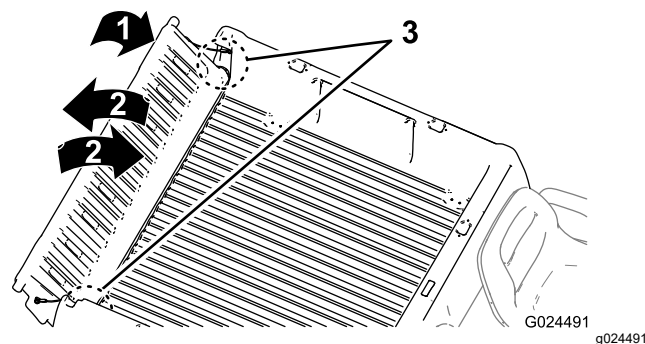

Figure 21
2. Faites pivoter le hayon à environ 45° (Figure 21).
3. Faites pivoter le hayon d'avant en arrière en l'agitant légèrement quelques secondes (Figure 21).